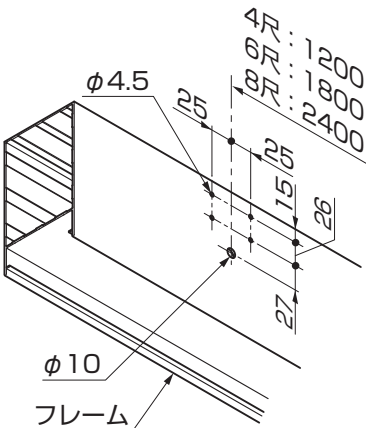
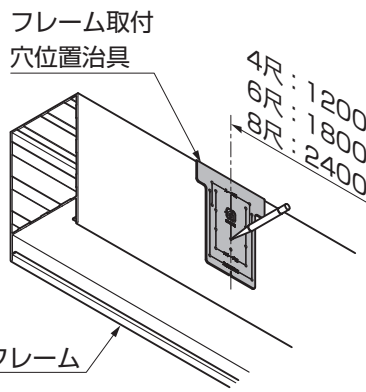
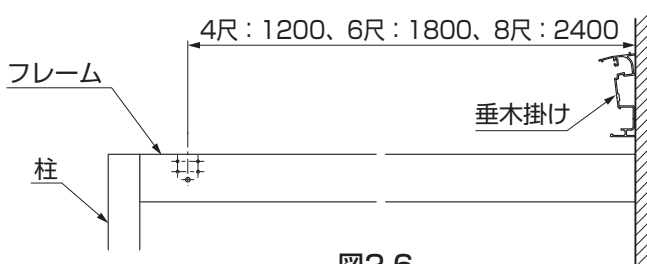

図2-4 フレーム取付穴位置治具を使用しない場合
図2-5 フレーム取付穴位置治具を使用する場合
図2-6
(図2-4、図2-5、図2-6参照)
- フレーム取付穴位置治具を使用する場合は図2-5と「(2) 取付穴位置治具を使用する場合の柱の加工」を参照し、同様に穴加工をしてください。